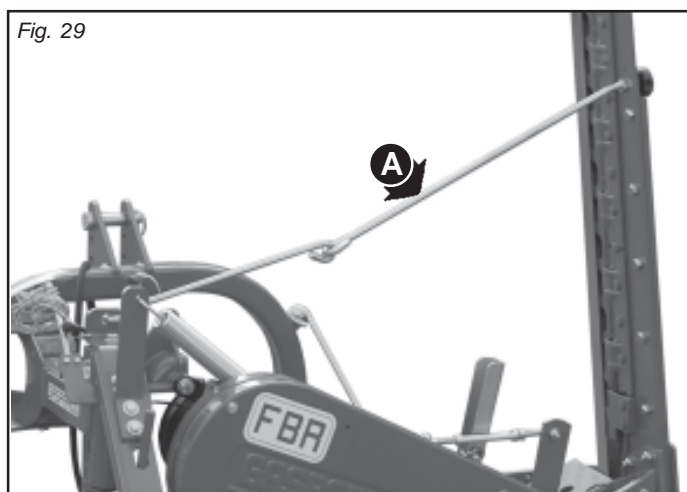

Fig. 29
- Sfilare il gancio di sicurezza (A, Fig. 29).